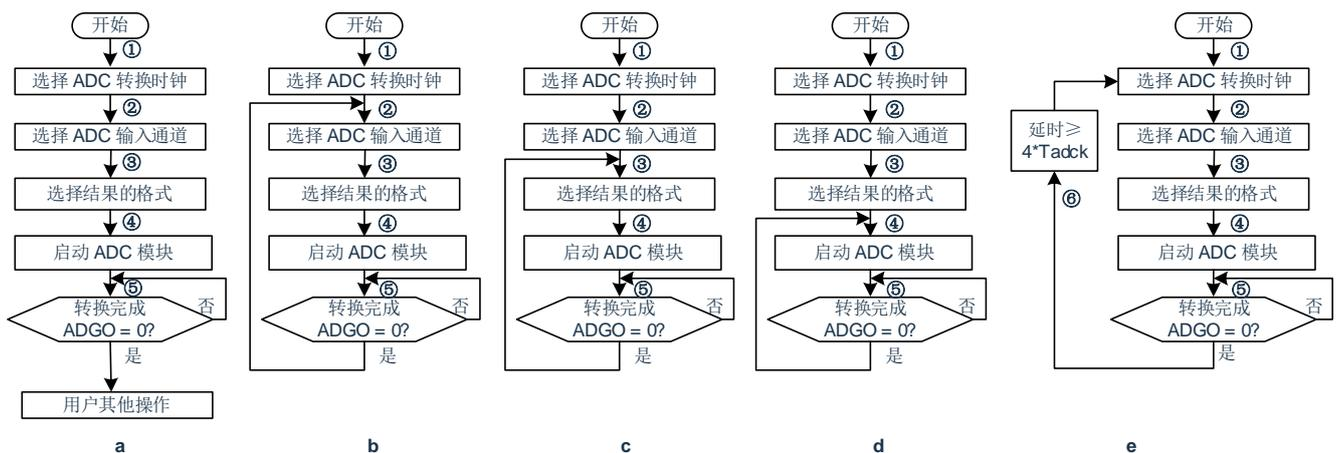

图 6-2：ADC 分频比操作注意示意图
- ✓ 如图 6-2 e 步骤⑥所示：检测到上一次 ADC 转换完成后，如果需要对 ADC 分频比进行再次操作，建议至少等待 4 个 ADC 转换时钟 T_{adck} ；
- ✓ 如图 6-2 a、b、c、d 所示：再次使用 ADC 时，只要不操作 ADC 分频比，不需要延时。